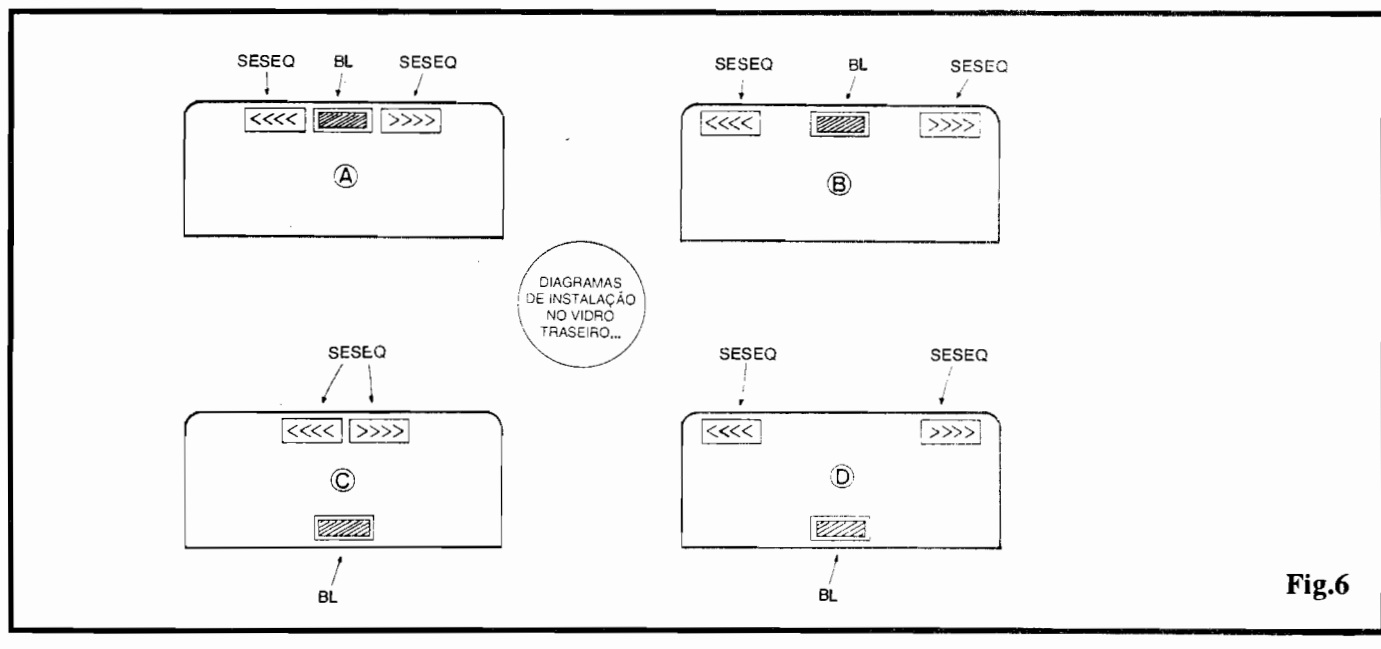

Fig.6
- FIG. 6 - DIAGRAMAS BÁSICOS DE INSTALAÇÃO FÍSICA...